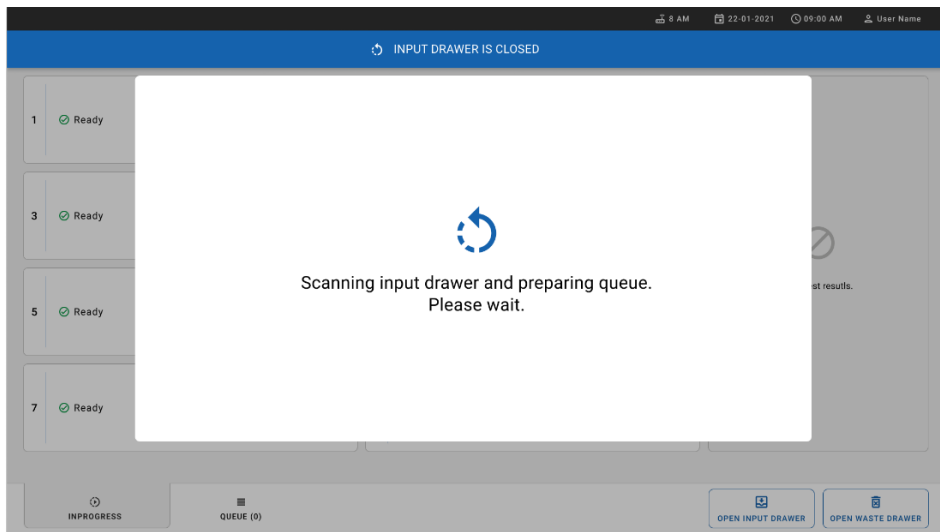

Figura 29. Ecranul de pregătire a listei de așteptare.
- Închideți sertarul de introducere după ce toate cartușele au fost scanate și introduse. Sistemul va scana cartușele și va pregăti o listă de așteptare (Figura 29).